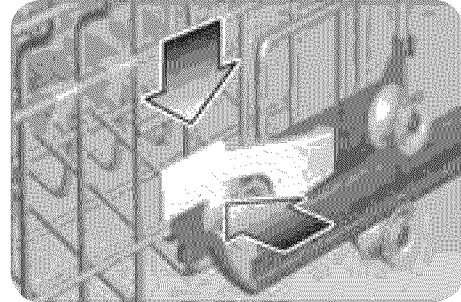

FIGURE 7
- Presser les poignées de hauteur réglable vers l'intérieur, figure 7, et laisser le panier tomber.